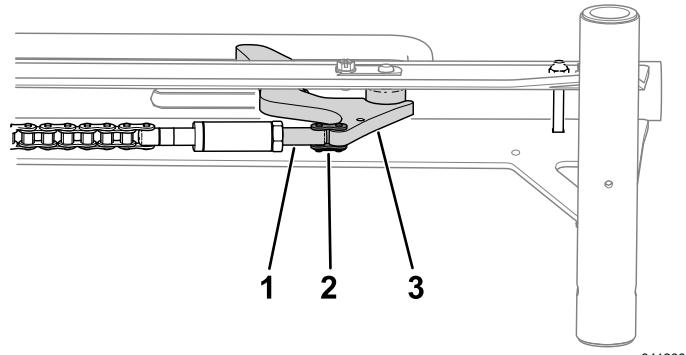

**Figura 3**
3. Utilice un eslabón de la cadena para instalar la cadena al tensor (Figura 3).
4. Instale el eje hexagonal al tensor de la cadena (Figura 3).
5. Utilice una tuerca para instalar el tensor de eslabón de la cadena en el eje hexagonal (Figura 3).